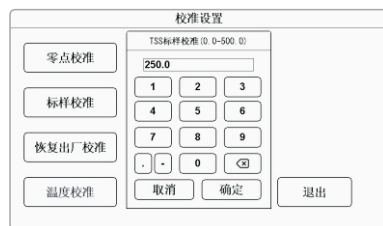

图2-22
- ◆ **标样校准：**点击“标样校准”进入图2-22所示界面，传感器放置在标样溶液中，进入标样校准界面后，输入标样值，待读数稳定后按【确定】键执行标样校准；